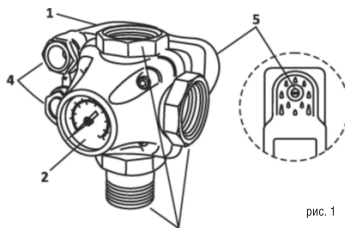

рис. 1
4. ОПИСАНИЕ (рис. 1) 1 - реле давления; 2 - манометр; 3 - присоединительные резьбовые патрубки; 4 - кабельные вводы; 5 - винт крышки реле.